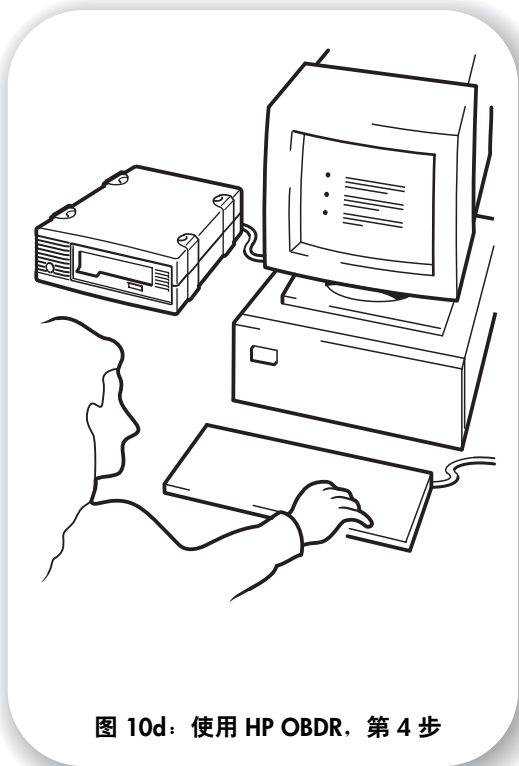

图 10d: 使用 HP OBDR, 第 4 步
- 3 请按照屏幕上显示的说明设置操作系统（请参见图 10d）。屏幕说明将因备份软件的不同而不同。通常，您可以接受对所有提示的缺省响应，例如按下 <Enter> 键即可。